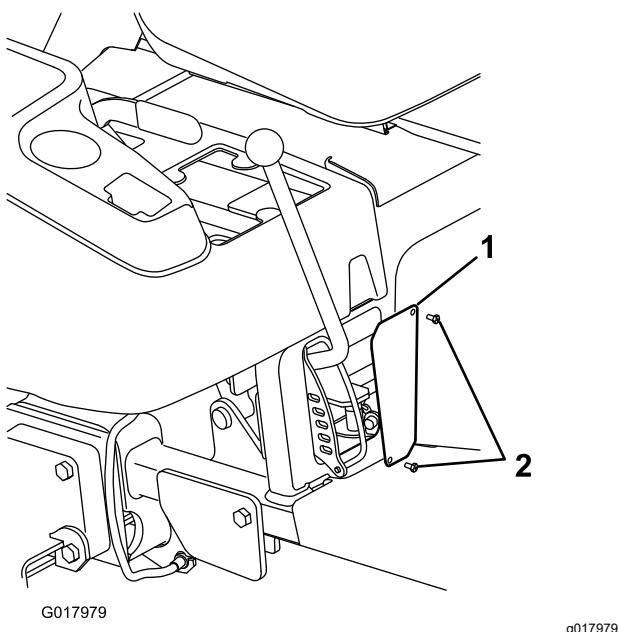

Рисунок 9
1. Установите новый щиток на **заднюю сторону** отверстия рамы с помощью 2 винтов с головками с шестигранными буртиками (№ 10 x $\frac{1}{2}$ дюйма) (Рисунок 9).